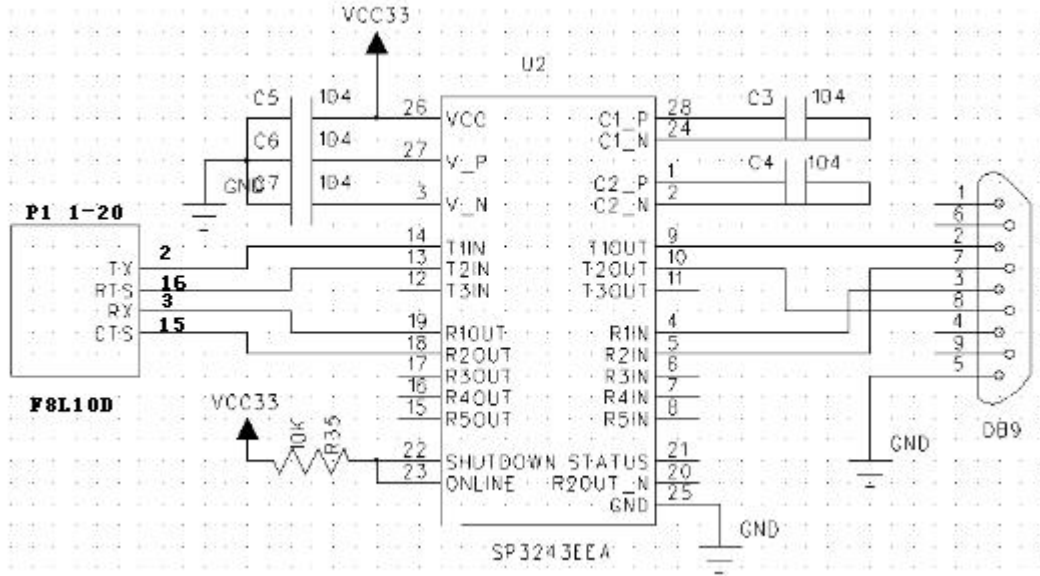

图 5-1 F8L10D 与 PC RS232 连接的参考电路
1. PC 机作为上位机: F8L10D 与PC 通过RS232串口相连,需要使用电平转换芯片进行电平转换(如SP3243),如图5-1所示。